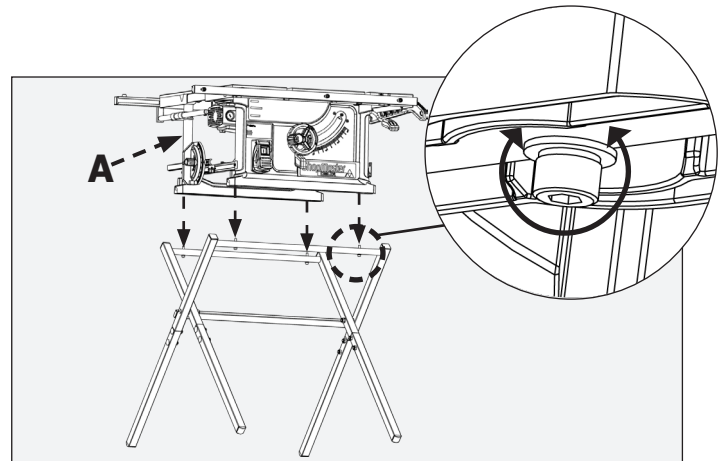

FIGURE 7
Placez la scie (A) sur le support tout en alignant les trous de fixation dans le support de la scie avec les trous filetés de la base de la scie (figure 7). Serrez les vis à tête hexagonale pour fixer le support à la scie.